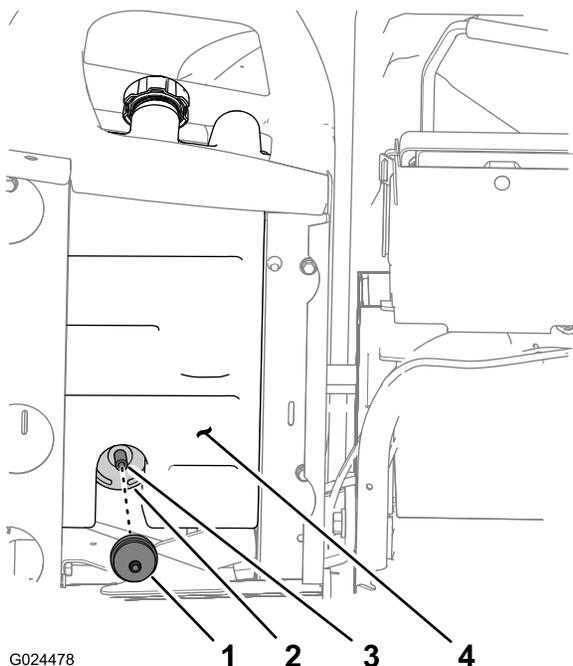

Figura 40
1. Retire o encaixe roscado do filtro do recipiente de carbono do tubo, na parte inferior do recipiente de carbono, e retire o filtro (Figura 40).